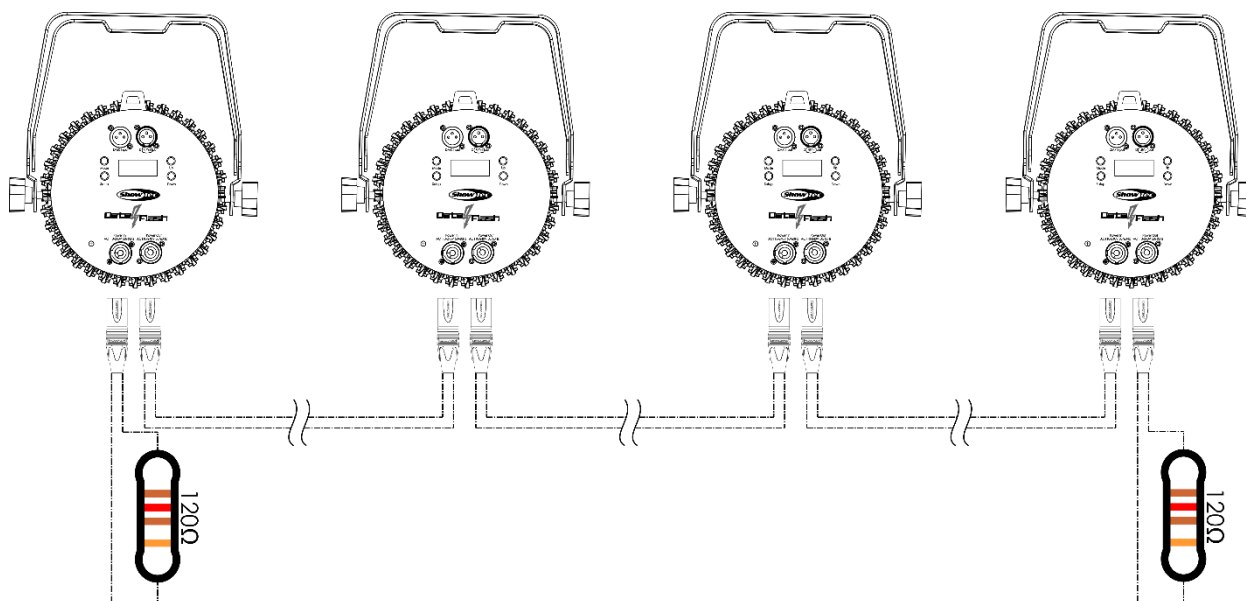

Abb. 03
- 04) Verbinden Sie die Geräte so wie in (Abb. 03) gezeigt. Verwenden Sie ein DMX-Datenkabel, um die DMX-„OUT“-Buchse des ersten Geräts mit der „IN“-Buchse des zweiten Geräts zu verbinden. Wiederholen Sie diesen Vorgang, um das zweite, dritte und vierte Gerät ebenfalls zu verbinden. Mit dem Master-Gerät stehen Ihnen dieselben Funktionen wie auf Seite 15 beschrieben (voreingestellte Programme) zur Verfügung. Das bedeutet, dass Sie den gewünschten Betriebsmodus am Mastergerät einstellen können, und dass dann alle Slave-Geräte genauso reagieren wie dieses Gerät.